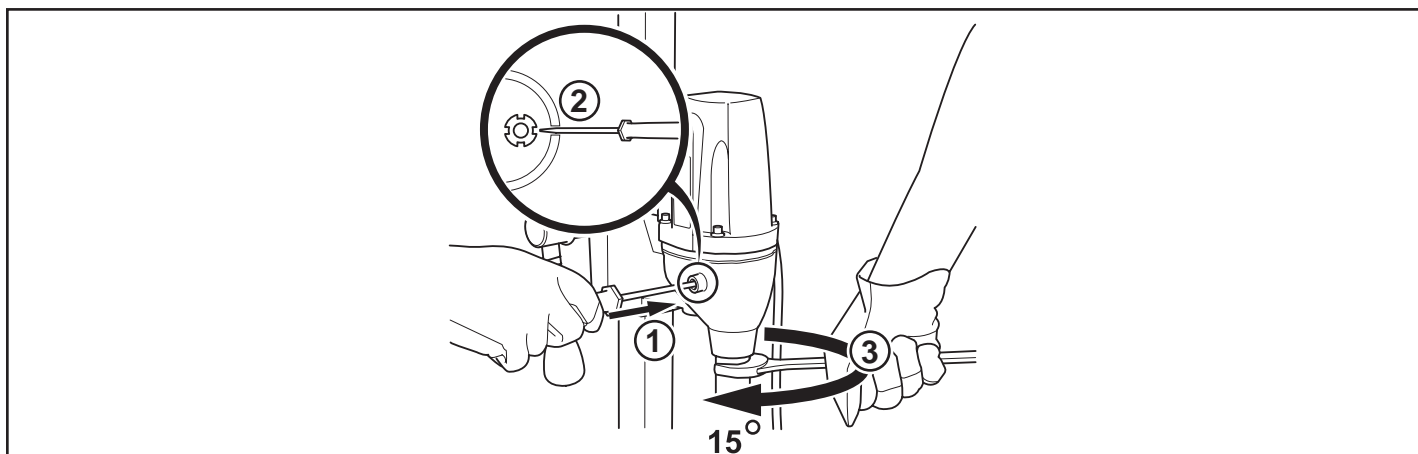

Рис.12
5. Закрепите коронку с помощью гаечного ключа (рис. 12).